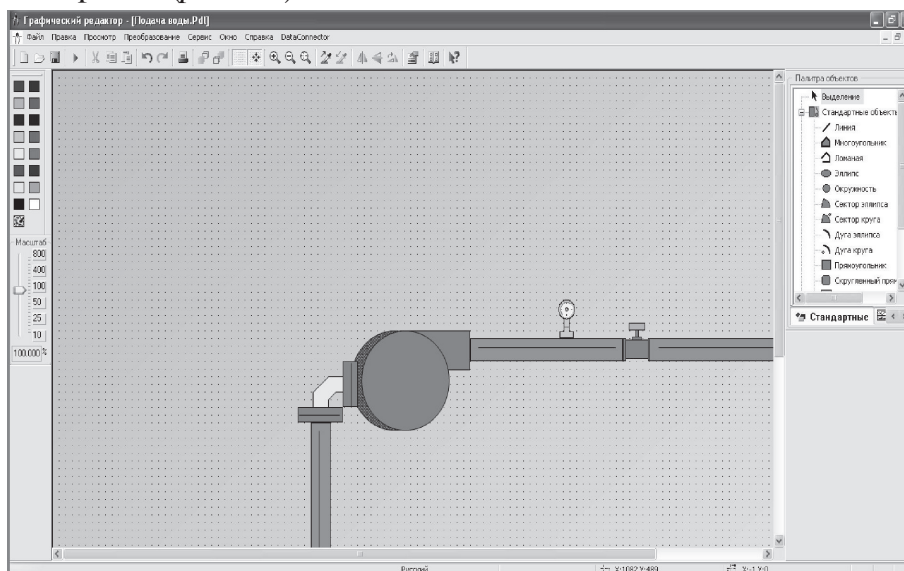

Рис. 3.8. Статические элементы на мнемосхеме
4. Когда все элементы созданы, на экране должна появиться такая картина (рис. 3.8).